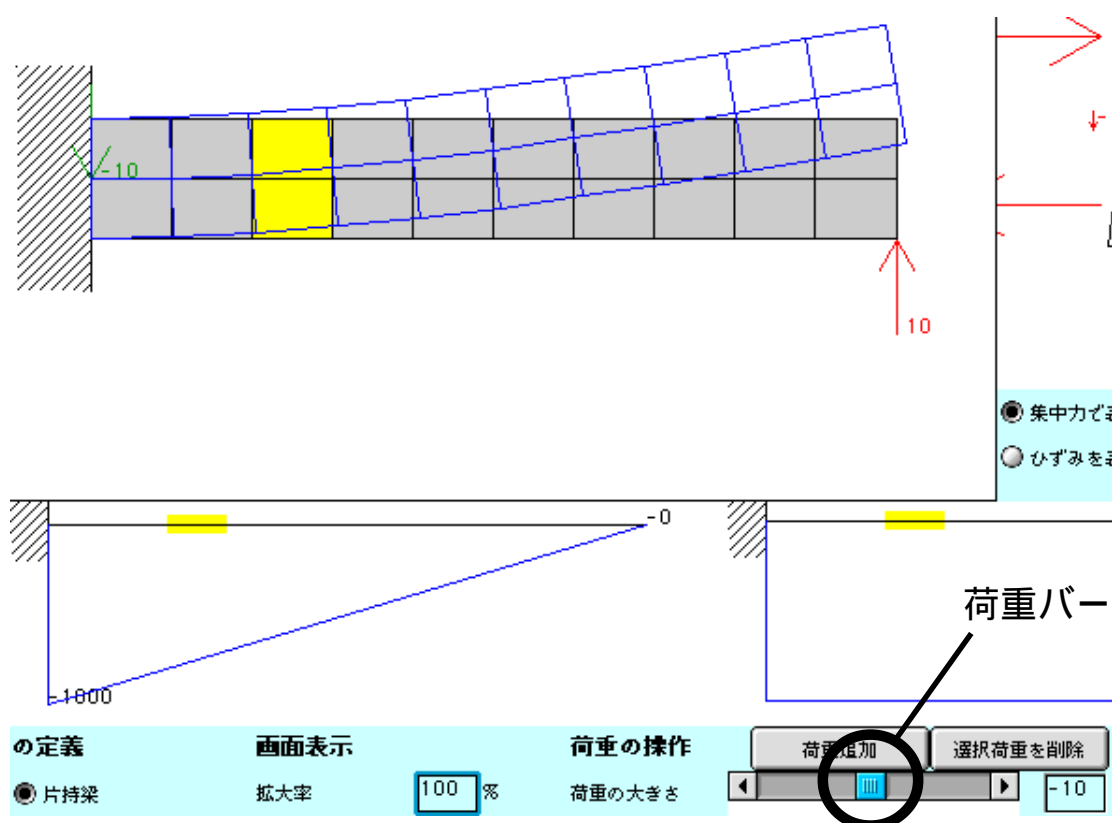

図 2.1.3 「荷重」の数字を -10 に変更
- (3) 画面右下の荷重バーを左に動かして、荷重を -10 に変更してみよう。梁は上向きに変形するはずである（図 2.1.3）。